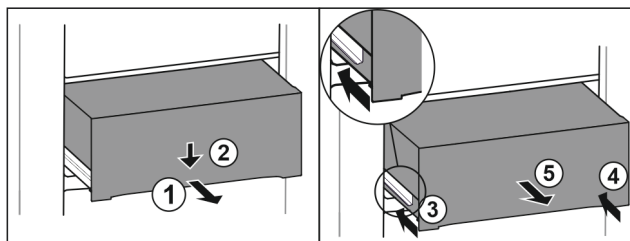

Fig. 104
- Zásuvku napůl vytáhněte. Fig. 104 (1)
- Stlačte zásuvku na přední straně dolů. Fig. 104 (2)
- Zasuňte levou kolejničku přibližně do 2 cm. Fig. 104 (3)
- Zasuňte pravou kolejničku přibližně do 2 cm. Fig. 104 (4)
- Vyjměte zásuvku dopředu. Fig. 104 (5)